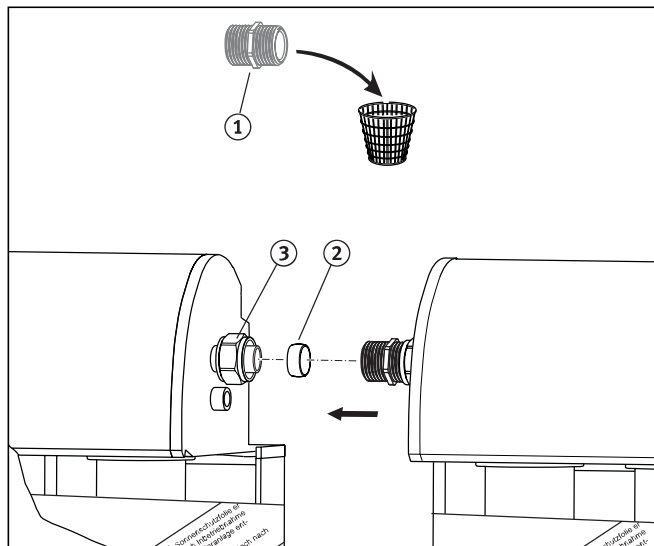

Abb. 8.2 Zwei Kollektoren miteinander verbinden
- Entfernen Sie an einem der beiden Kollektoren den Doppelnippel (Abb. 8.2, Pos. 1).